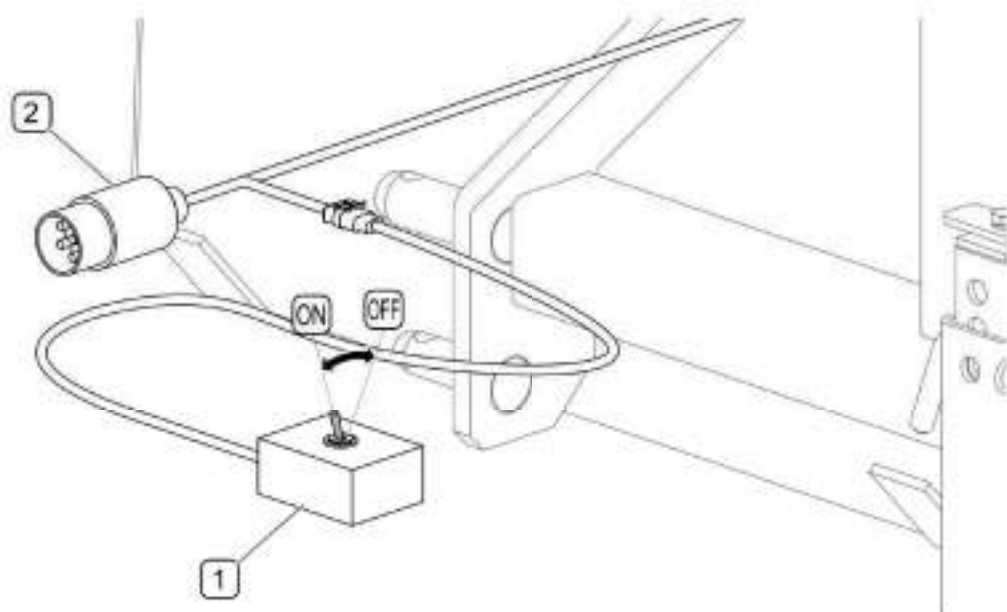

РИСУНОК 4.5А Управление системой полива
Штекер электропровода необходимо подсоединить к 7-пиновому разъему 12V на тракторе. Система полива включается и выключается при помощи выключателя (1) на питающем электропроводе (РИСУНОК 4.5А).